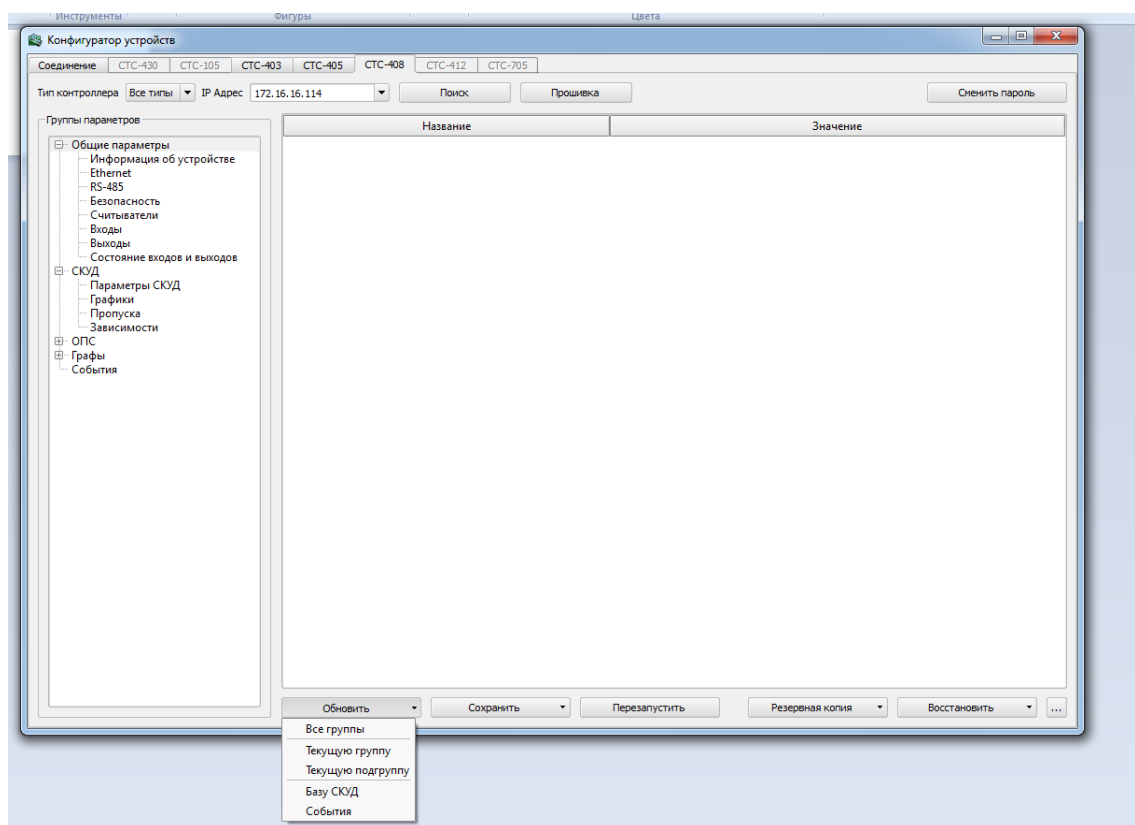

Рисунок 9
– «Обновить» – данная кнопка позволяет выгрузить из контроллера данные всей группы, текущей выделенной группы или текущей выделенной подгруппы, а так же базу данных СКУД и журнал событий (рисунок 9);